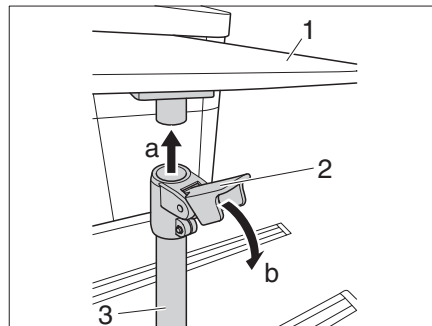

Bild 14 Stützfuß klemmen
- Tischplatte (Bild 14,1) um 90° schwenken.
- Stützfuß (Bild 14,3) in die Tischplatte stecken (a).
- Klemmung (Bild 14,2) nach unten drücken (b).